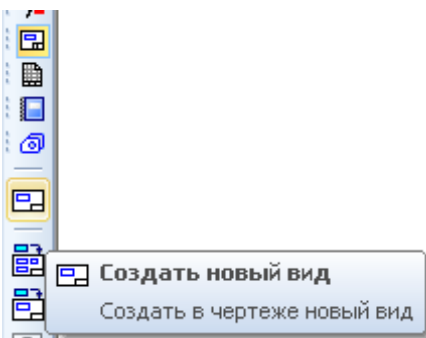

Рис. 2.6.2
3. Кресленик виконується в масштабі 2:1. Зайти через **Виды**, вибрати **Создать Новый вид**, вибрати масштаб 2:1 та виконати зображення шестірні (рис. 2.6.2, 2.6.3).